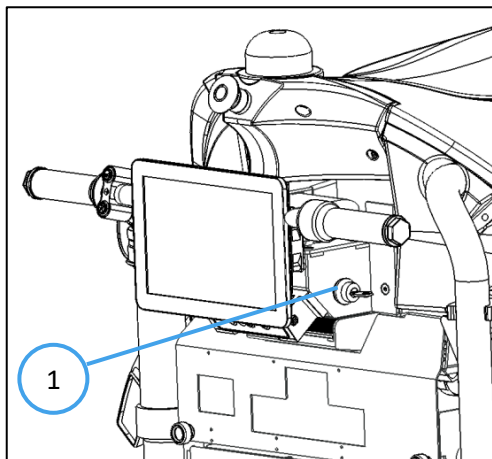

Fig. 1
1. Steek de sleutel in de schakelaar zoals afgebeeld (Fig. 1 -1).